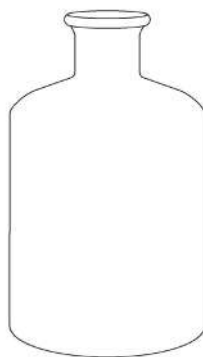

Рис. 94. Бутылка-резервуар
2. **Бутыль-резервуар** (рис. 94) - применяется для химико-лабораторных и биологических работ.